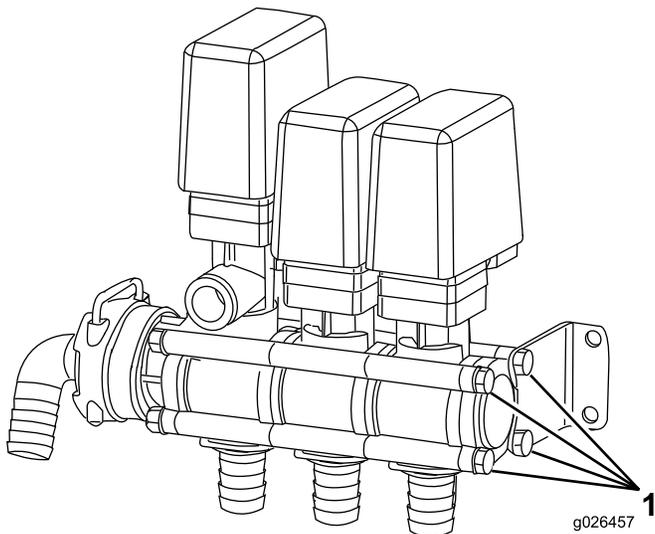

**Figura 2**
4. Retire el pasador y tire de la válvula de desvío para retirarla (Figura 2).
5. Retire los pernos para retirar el conjunto de la válvula de la máquina (Figura 2).